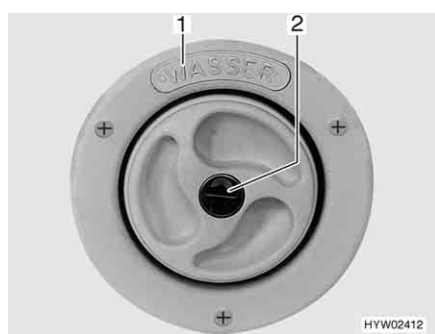
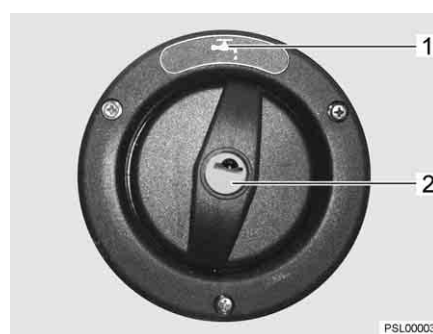

Fig. 219 Coperchio per bocchettone di riempimento dell'acqua potabile
Fig. 220 Coperchio per bocchettone di riempimento dell'acqua potabile (alternativa)
Il bocchettone di riempimento dell'acqua potabile è contraddistinto dalla scritta "WASSER" (acqua) (Fig. 219,1) o con il simbolo "☉" (Fig. 220,1). Il coperchio viene aperto e chiuso con la chiave per le serrature degli sportelli esterni.
- Inserire la chiave nel cilindro della serratura (Fig. 219,2 o Fig. 220,2) e ruotare in senso antiorario di un quarto di giro.